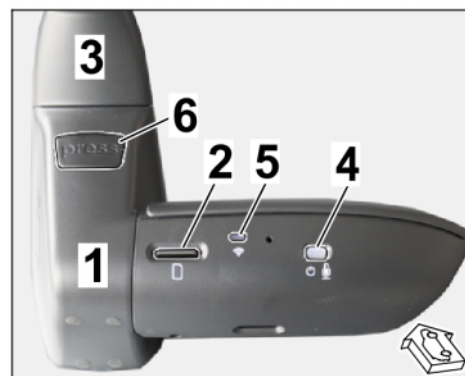

Bild 16
- 5.1.1 Micro SD Speicherkarte (32 GB, ⇒ *Bild 16 -2-*) aus Kartenslot Frontkamera entnehmen.
- 5.1.2 Frontkamera (Dashcam ⇒ *Bild 16 -1-*) bei eingeschalteter Zündung in Halteplatte an Frontscheibe schieben (⇒ *Bild 16 -3-*)
- 5.1.3 Power-Taste (⇒ *Bild 16 -4-*) 10 Sekunden lang drücken, bis zweiter zweifacher Piepton ertönt.
- 5.1.4 Frontkamera (Dashcam) startet im Händlermodus: LED WLAN (⇒ *Bild 16 -5-*) leuchtet "gelb".